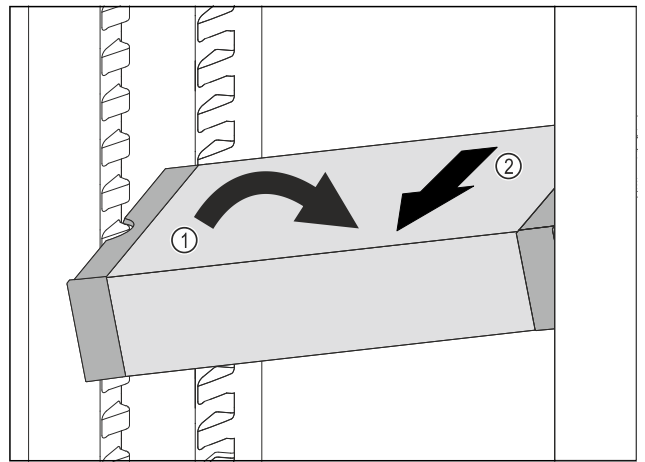

Fig. 158
- ▶ 在冷藏区中倾斜 VarioSafe。 Fig. 158 (1)
- ▶ 向前取出 VarioSafe。 Fig. 158 (2)